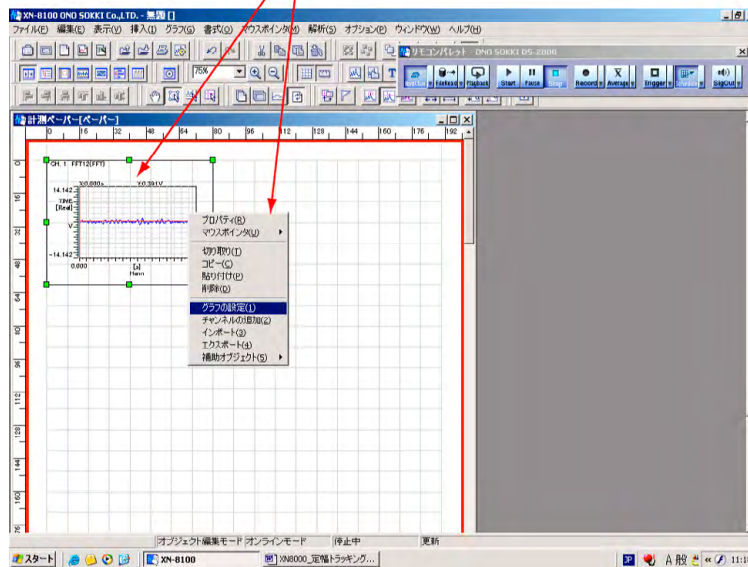

図 8
- ③ [リモコンパレット] の【START】ボタンを on し、測定を行います。モニターで表示された波形と同様に内部サンプリングされた波形が表示されます。
④ グラフをクリックし、アクティブにします。アクティブになると緑の枠で表示されます。
⑤ アクティブのグラフを右クリックし、プルアップメニューを開きます (図 8)。